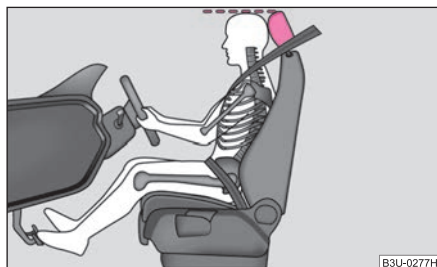

Fig. 103 Le réglage correct de l'appuie-tête du conducteur
- Réglez l'appuie-tête de façon à ce que le bord supérieur de l'appuie-tête se trouve ⇒ fig. 103 au moins à la hauteur de la partie supérieure de la tête.
- Réglez l'appuie-tête de façon à ce que le bord supérieur de l'appuie-tête se trouve ⇒ page 103, fig. 103 au moins à la hauteur de la partie supérieure de la tête.
- Réglez les appuie-tête de façon à ce que le bord supérieur des appuie-tête se trouve ⇒ page 103, fig. 103 au moins à la hauteur de la partie supérieure de la tête.